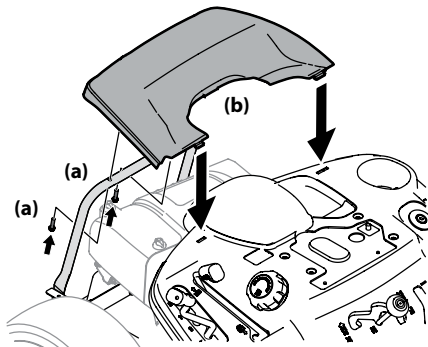

Figura 2-11
- Extraiga los dos tornillos hexagonales instalados en fábrica (a) que están ubicados en la tapa trasera del motor (b). Guarde los tornillos hexagonales (a) para uso posterior. Consulte la Figura 2-11.
- Coloque la tapa trasera del motor (b) ubicándola en su lugar como se indica en la Figura 2-11. Incline la tapa trasera del motor (b) hacia adelante para que calce dentro de las ranuras provistas, luego rótelas hacia atrás para alinear los orificios de montaje.